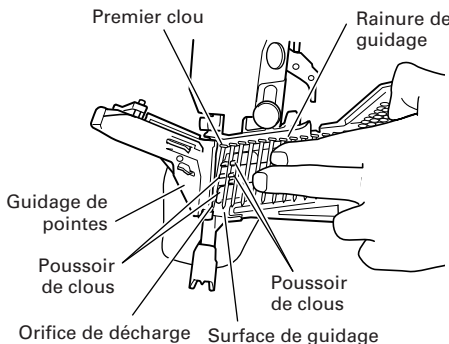

Fig. 5
- (2) Charger les pointes dans le guidage de pointes. Dérouler la bande de clous du magasin. Tirez le début du coil, puis insérez le premier clou dans l'orifice de décharge et le deuxième clou entre les deux crochets d'arrêt du poussoir de pointes. Insérez le clou de façon à ce que sa tête glisse dans la rainure de guidage. (Fig. 5)